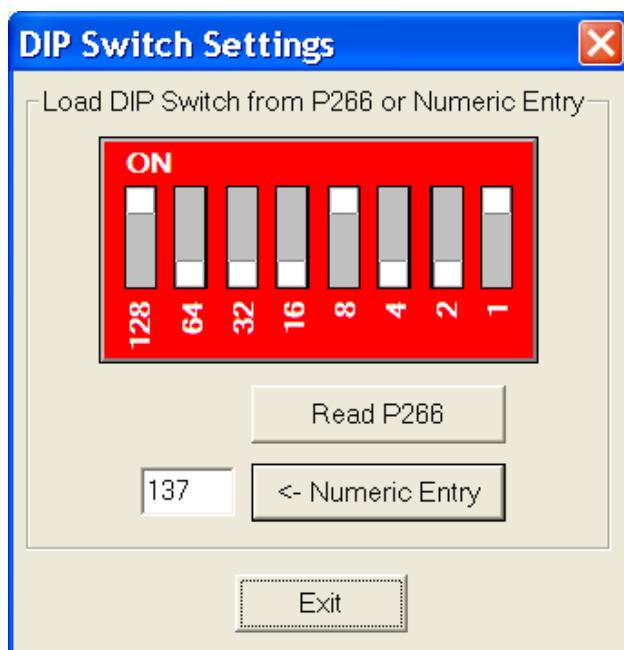

Figura 93: Numeric Entry (Valore numerico)
- **Numeric Entry** (Valore numerico): Facendo clic su questo pulsante, il valore immesso nel campo viene visualizzato come valore equivalente sul DIP switch. Nell'esempio mostrato nella Figura 93, è stato inserito il valore 137 e si è fatto clic su **Numeric Entry** (Valore numerico).